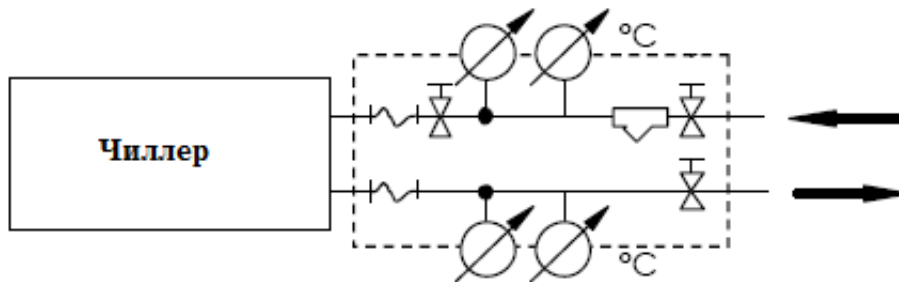

Рисунок 2.4. Подключение чиллера к гидравлической системе
- Подключить трубопровод, как показано на рис. 2.4